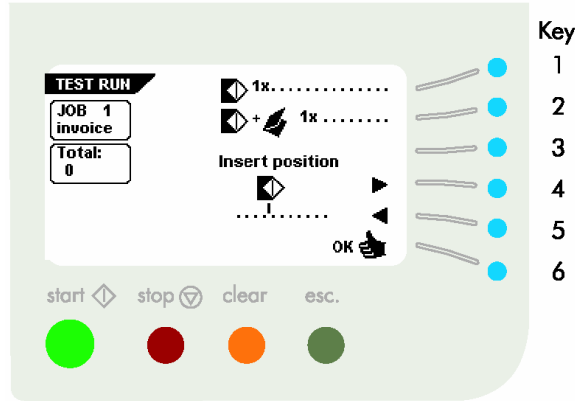

Fig. 21
Pulse la tecla 1 en el 'main menu (1)' para acceder al menú 'test run' (fig. 21). El menú 'test run' muestra las siguientes funciones:
- guardar la posición de inserción ajustada con 'OK' (tecla 6), lo que le lleva al 'main menu (1)'